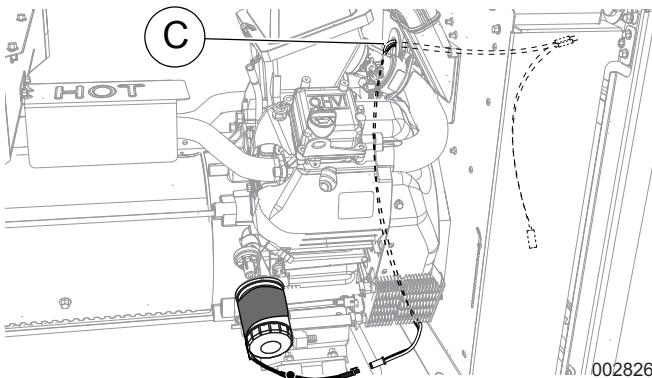

Figura 7. Tendido de los cables del calentador (11 a 22 kW)
- Enchufe el conector en uno de los zócalos del arnés en Y (B).
- Vea la Figura 7. Pase los cables conectores y zócalo vacío del arnés en Y debajo del motor y a través del ojal protector del arnés (C) en el panel divisor del motor.